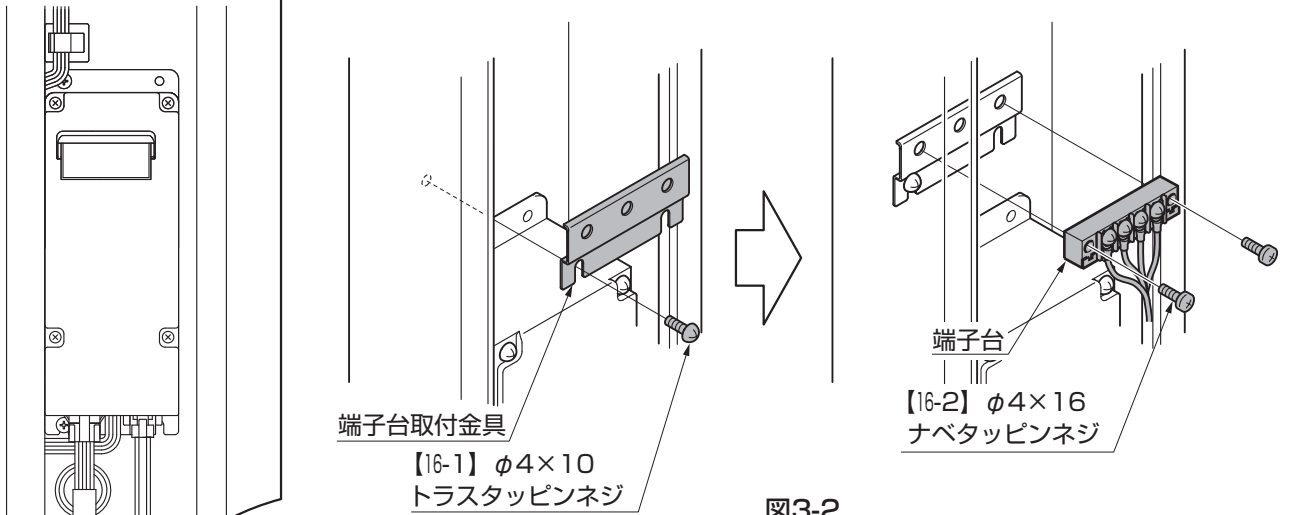

図3-2
- ①端子台取付金具を電装ケースに【16-1】で取付けてください。(図3-2参照)
- ②端子台を端子台取付金具に付属のネジ【16-2】で取付けてください。(図3-2参照)
- 端子台は配線引き出し側を下向きにして取付けてください。(図3-2参照)